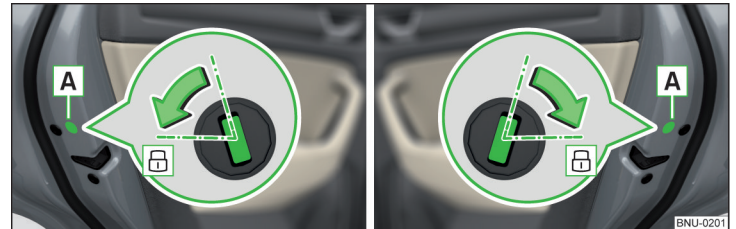

Fig. 355 Portière gauche/Portière droite
- › Pour les véhicules avec le cache [A], enlever ce cache » fig. 355.